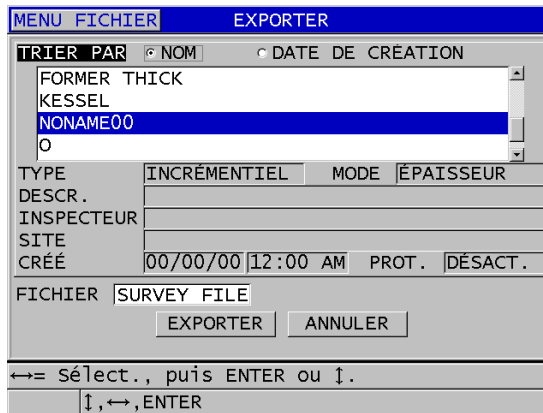

Figure 14-5 Écran EXPORTER
5. Dans l'écran **EXPORTER**, faites ce qui suit (voir la Figure 14-5 à la page 281) :